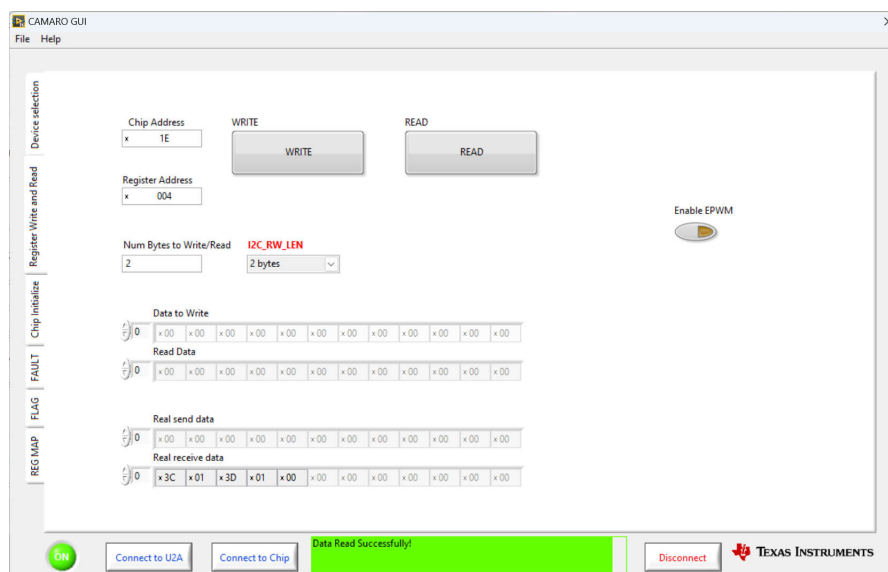

图 2-4. LP8870Q1EVM GUI 连接
2. 输入合适的芯片地址，默认为 0x1E。点击 GUI 底部的“Connect to U2A”按钮。然后，单击绿色按钮启用器件。最后，单击 GUI 底部的“Connect to Chip”按钮连接器件。连接完成后，页面应类似于图 2-4。按钮旁边的状态栏上应该会显示“Data Read Successfully”消息。